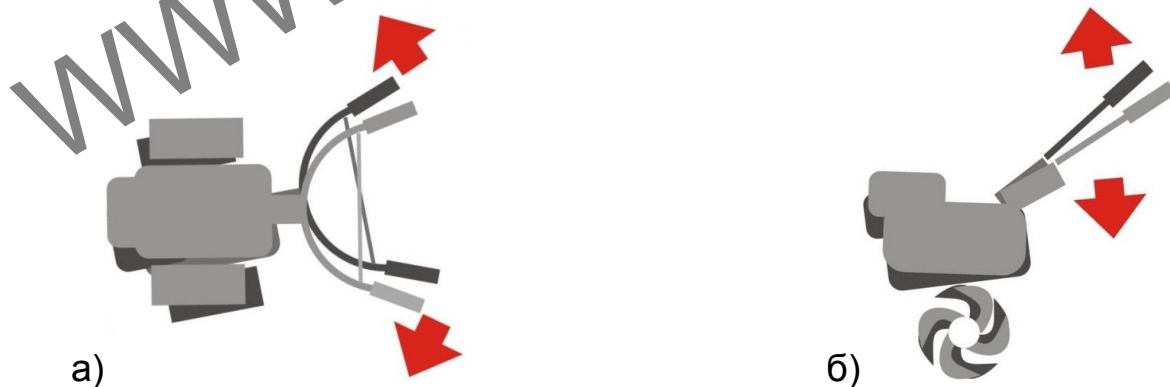

Рис.9. Схемы снятия нагрузки с валов при использовании механизма разобщения полуосей
– при движении на колесах необходимо покачать мотоблок влево-вправо держась за рукоятки руля (рис.9а);
– при культивации фрезами необходимо покачать мотоблок вверх-вниз держась за рукоятки руля (рис.9б).